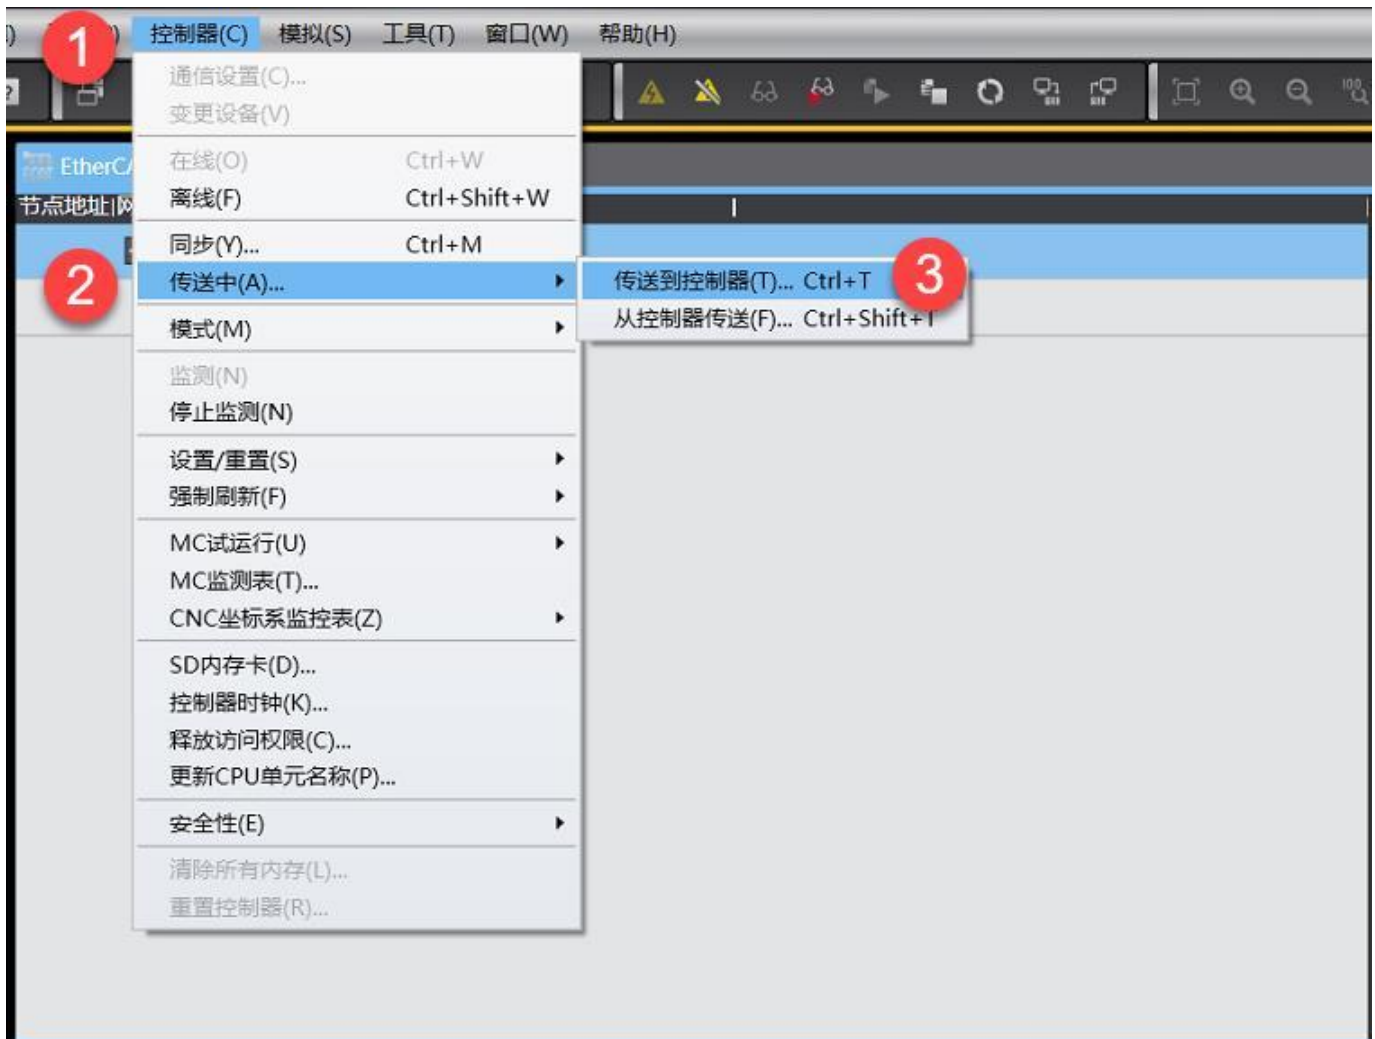

图4-13
6. 设备重启后将程序下载到控制中，菜单栏中选择“控制器”>“传送中”>“传送到控制器 (T)”，如图 4-13 所示，并执行下载，如图4-14 所示。